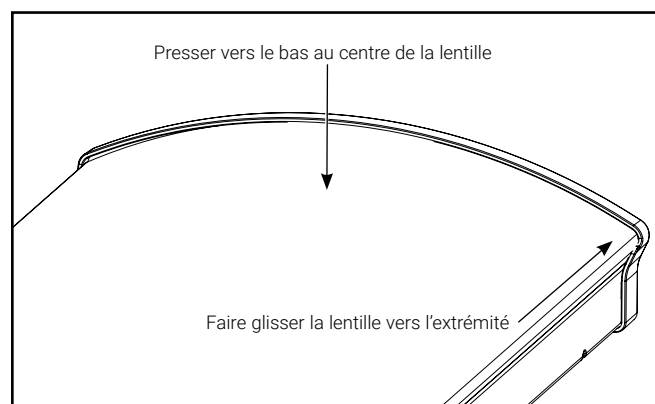
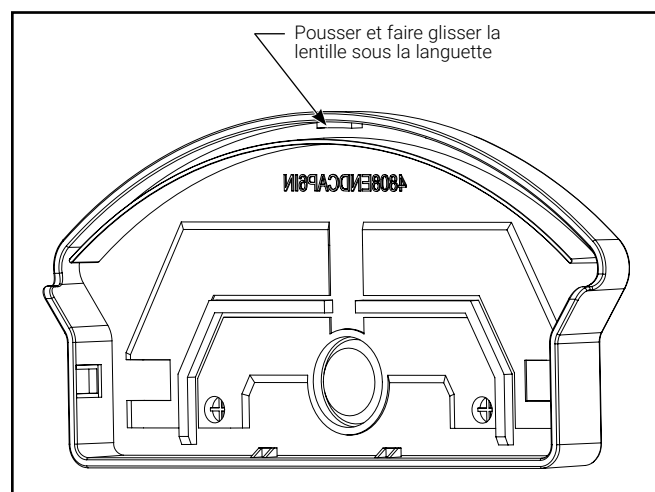
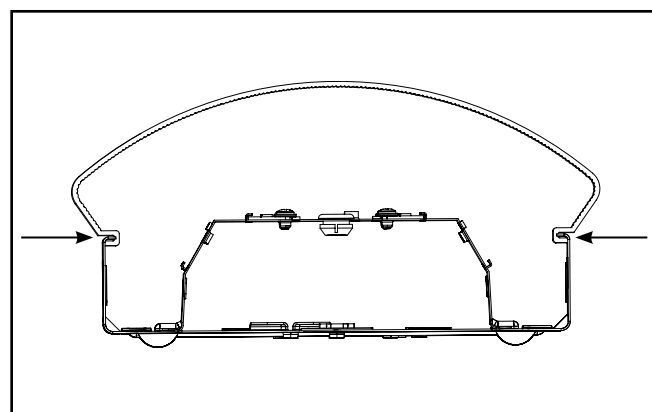

Figure 1.
Figure 2.
Figure 3.
2. Retirez la lentille du luminaire en commençant à l'une des extrémités et en exerçant une pression au centre de la lentille. Tout en appuyant sur la lentille, faites-la glisser jusqu'à l'extrémité du luminaire (figure 1). La lentille doit glisser sous la languette pour lui permettre d'être enlevée (figure 2). Dégagez la lentille en comprimant les côtés, tout en tirant vers le haut afin de la dégager des rainures du boîtier (figure 3).